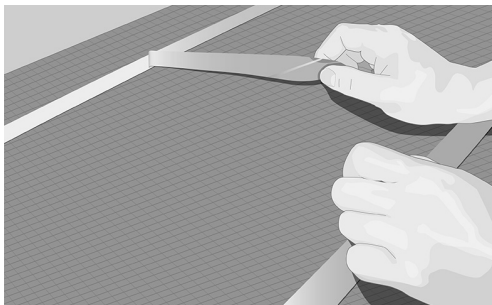

Fig. 10. Legg ut dobbeltsidig tape og fjern dekkpapiret
8. Bruk dobbeltsidig tape, varmt lim eller en annen passende festeordning på gulvflaten med 30–40 cm intervaller slik at dette er festet tilstrekkelig (fig. 10).